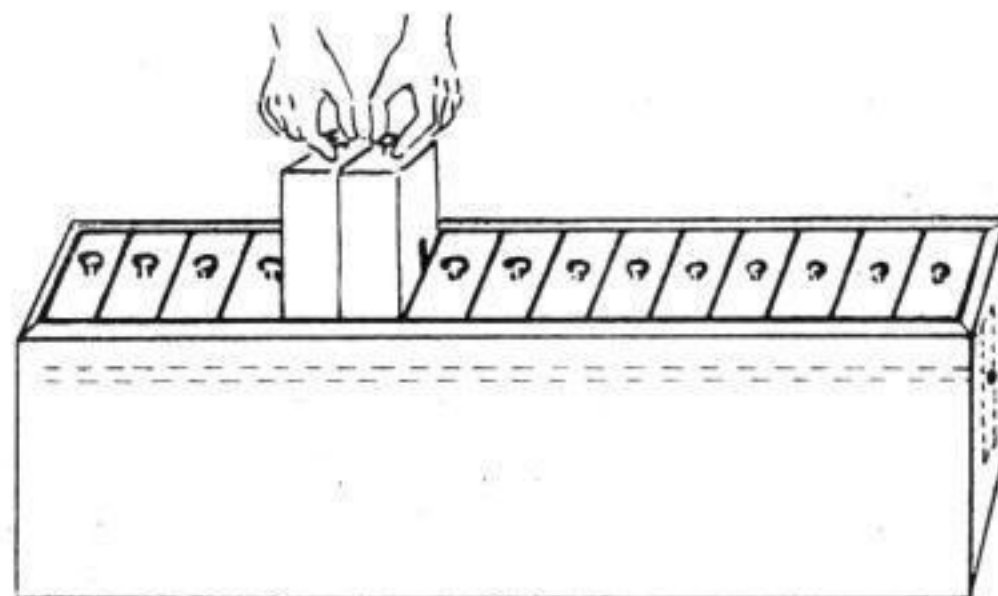

Abb. 3.
a) Gelenkempfindung: In einem rechteckigen Kästchen von 30 cm Länge, 3 cm Breite und 5 cm Höhe sind 15 parallele Gefäße (siehe Abb. 3). In jedem Fach ist leicht anhebbar ein Metallklotz eingelassen. Dieser